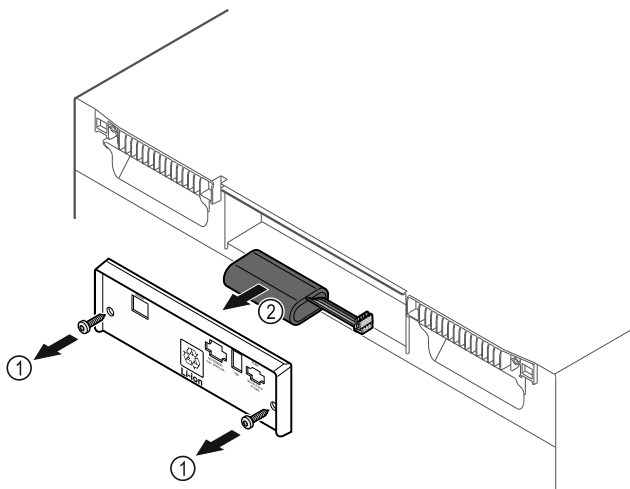

Fig. 196
- ▶ Schrauben herausdrehen und Abdeckung auf der Rückseite des Gerätes entfernen Fig. 196 (1).
- ▶ Batterie abstecken und herausnehmen Fig. 196 (2).